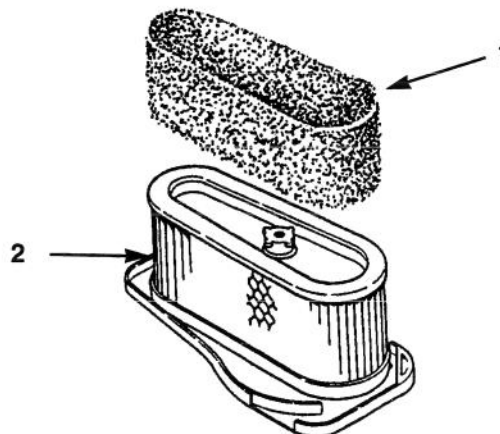

Figure 28
1. Glisser avec précaution l'élément en mousse sur l'élément en papier du filtre à air (Fig. 28).